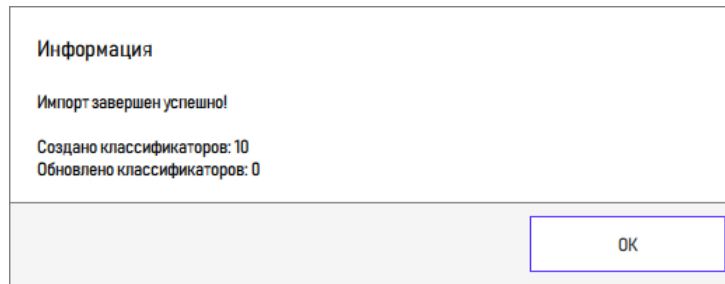

Рисунок 13 – Сообщение о завершении загрузки
5) По завершении загрузки выводится информационное сообщение (рисунок 13).